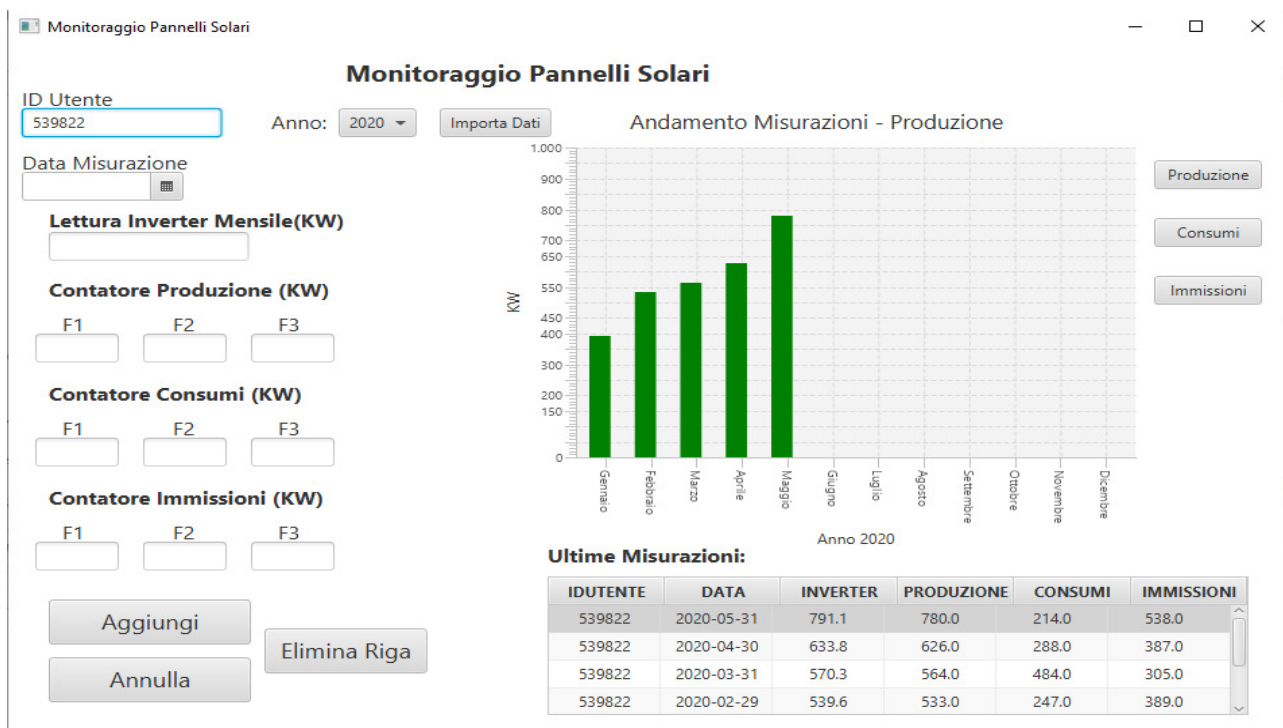
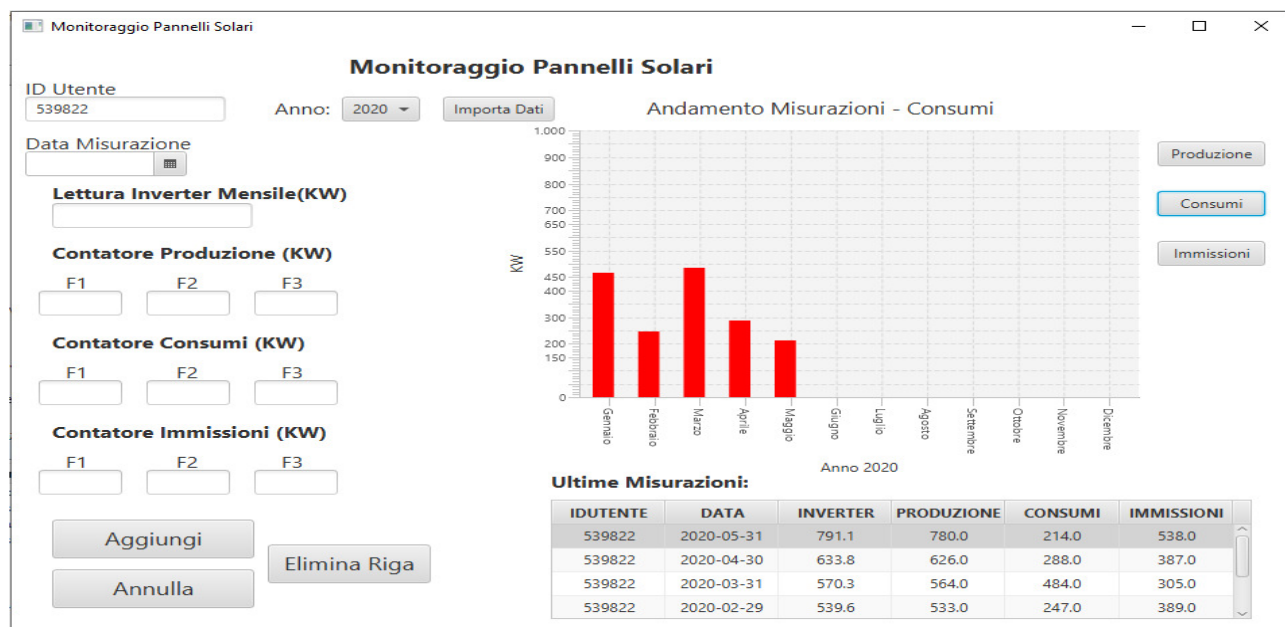
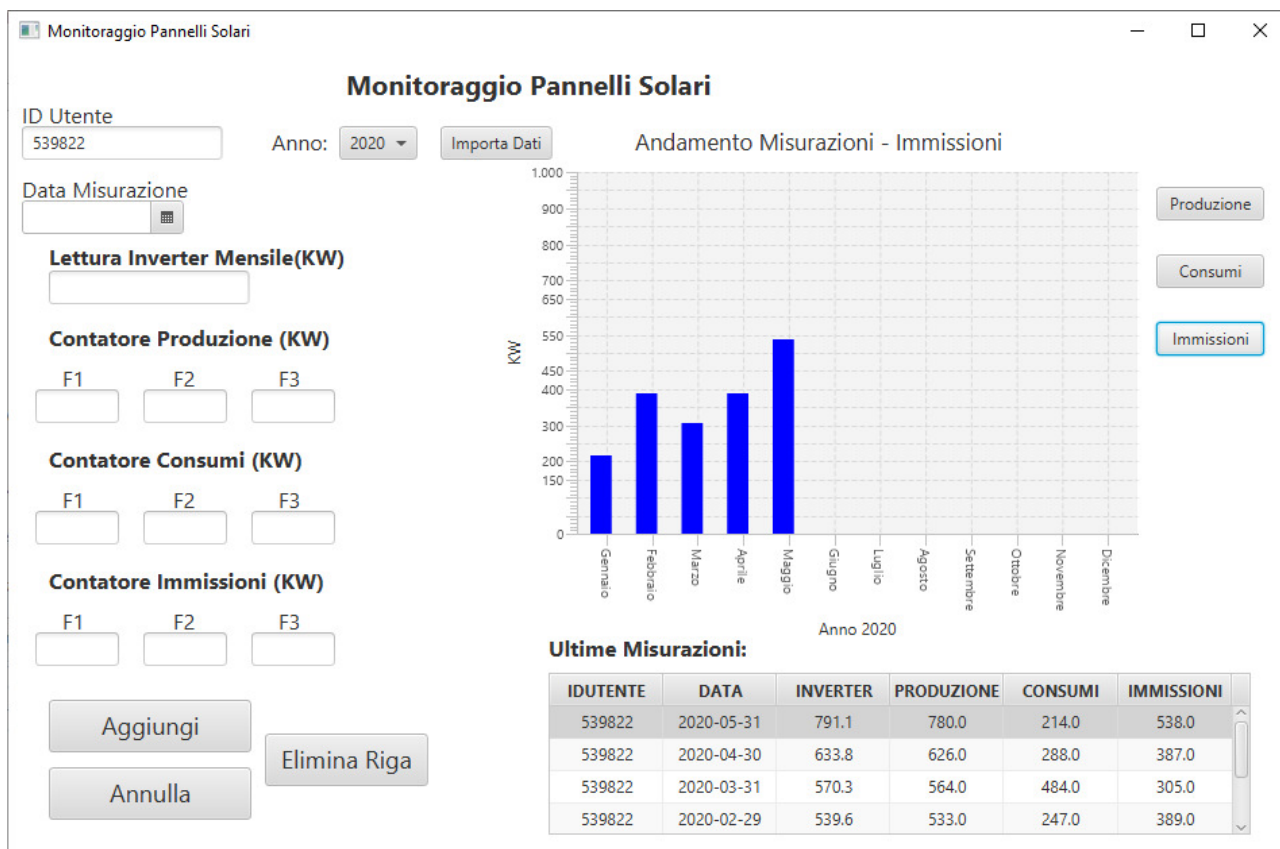

Fig.2
Fig.3
Fig.4
2) **Importa Dati:** Dopo l'avvio dell'applicazione, se l'utente ha già registrato più di una misurazione, può inserire il proprio id e l'anno, per visualizzare i dati registrati, quest'ultimi verranno caricati cliccando su 'Importa Dati'. Infatti, si caricheranno i dati dall'archivio, tramite i metodi della classe 'ArchivioMisurazioni', e verranno aggiornati il grafico e la tabella (Fig.2). Quando vengono caricati i dati dall'archivio, vi è una funzione 'calcolaDifferenza()' che calcola la differenza di produzione, consumi e immissioni tra un mese e l'altro. Queste differenze sono rappresentate sia nelle relative voci della tabella che nel grafico. Infatti, il grafico mostra la differenza di produzione, consumi ed immissioni tra i vari mesi.
Una volta caricati i dati è possibile visualizzare tre tipi di grafici e la tabella con i dati raccolti. Riguardo i grafici, cliccando sui bottoni 'Produzione' (Fig.2), 'Consumi' (Fig.3) e 'Immissioni' (Fig.4) è possibile visualizzare i diversi grafici. I colori per ogni grafico sono stati inizializzati tramite i valori contenuti nel file di configurazione.